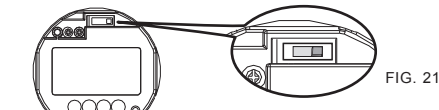

FIG. 21
Par défaut, l'interrupteur à glissière est positionné tel qu'indiqué ci-après (voir FIG. 21, mode bouton-poussoir). L'utilisateur peut modifier le mode Bus-C en suivant les étapes suivantes :
- 1 : Ouvrir l'opercule à l'aide d'un petit tournevis plat (voir FIG. 21).